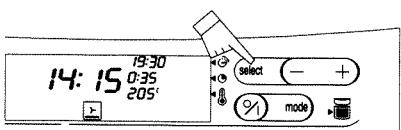

Fig. 8
6. Premere il tasto poi i tasti per impostare l'ora di fine cottura (fig. 8).